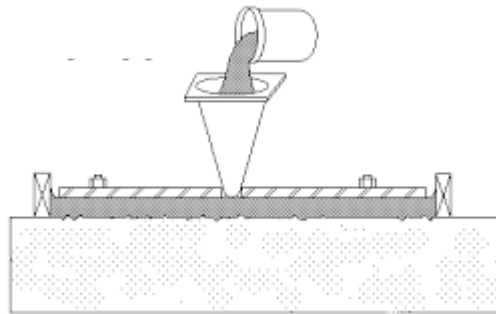

Figura 3: Hoyo típico de la lechada
1. Si la lechada se va a verter en clima frío (menos de 10 °C, 50 °F), el soporte, las cuñas y el concreto se deben calentar a un mínimo de 20 °C, 70 °F). La calefacción deberá estar encendida durante (3) días antes de instalar la lechada en un clima extremadamente frío (menos de 0 °C, 32 °F).
2. Si la lechada se va a verter en clima frío (menos de 10 °C, 50 °F), todos los materiales de la lechada se deben almacenar en un lugar a temperatura ambiente durante (48) horas antes de utilizarlos. El agregado ensacado debe retirarse de la tarima y extenderse para que el aire pueda circular alrededor de las bolsas individuales. Verifique la temperatura del agregado utilizando un termómetro, la temperatura interna debe ser de 18 °C (65 °F) como mínimo. No caliente el agregado por encima de los 26 °C (80 °F).
3. Cubra completamente el interior del encofrado exterior con grasa, cinta para conductos o película de polietileno (grapada en la parte posterior del encofrado). La cera de parafina no debe usarse como agente de liberación. Se debe aplicar antiadherente a todos los pernos de anclaje y pernos de nivelación, si los hubiera, para permitir que se desprendan de la lechada. Si el soporte a enlechar es grande, se deberá realizar un hoyo de manera que la lechada no forme huecos, tal como se muestra en la Figura 3.